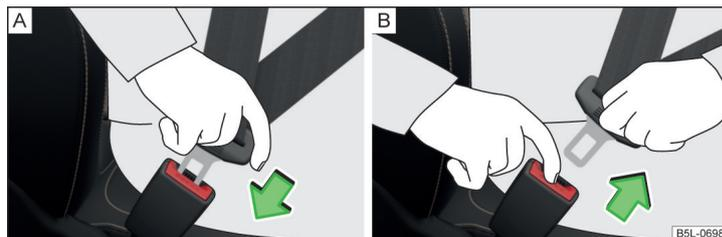

Fig. 6 Colocar / retirar o cinto de segurança
- Insira a lingueta de fecho na caixa de travamento do cinto pertencente a esse banco » Fig. 6 - A até a mesma encaixa audivelmente.
- Pegar na lingueta de fecho e pressionar o botão vermelho na caixa de travamento do cinto » Fig. 6 - B, a lingueta de fecho salta.